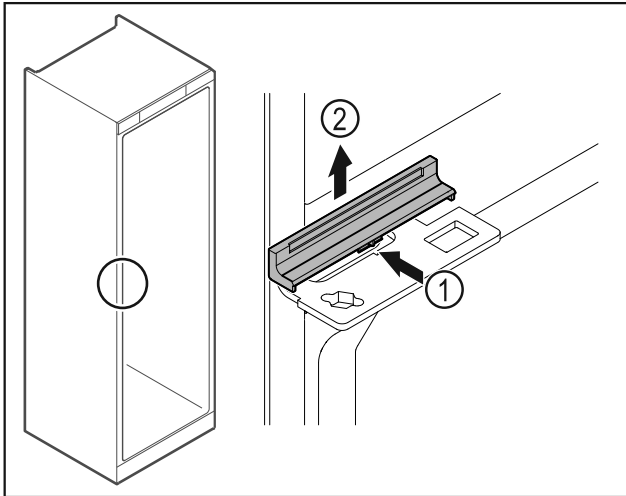

Fig. 47
- Zľahka zatlačte kryt Fig. 47 (1) v strede a odoberte ho nahor Fig. 47 (2).